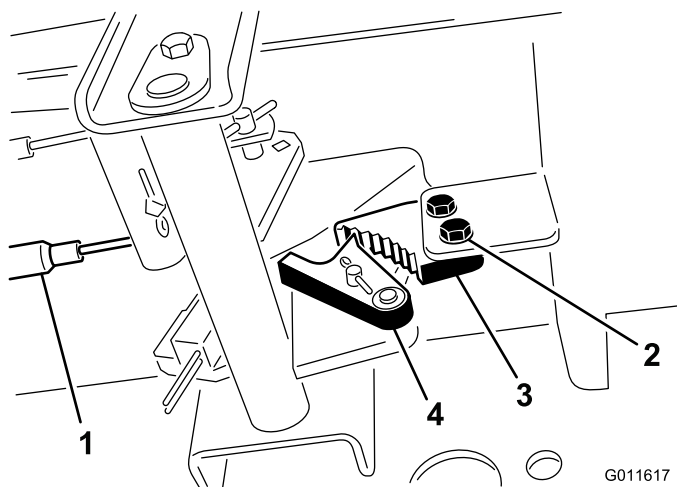

Figure 60
1. Desserrez les 2 vis qui fixent le cliquet du frein de stationnement au cadre (Figure 60).
2. Appuyez sur l'avant de la pédale du frein de stationnement jusqu'à ce que le verrou s'engage complètement sur le cliquet du frein (Figure 60).